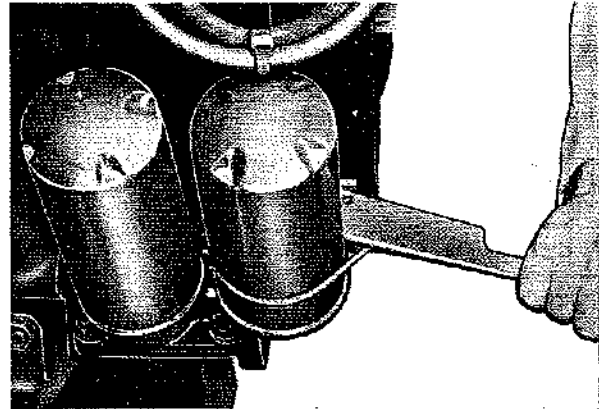

Fig. 72
- Filtri olio unguendo con olio la guarnizione e serrando per evitare perdite (Fig. 72).